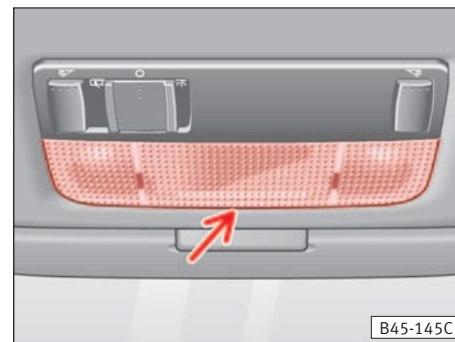

Abb.165
- Streuscheibe abnehmen. Dazu stecken Sie die flache Seite eines feinen Schraubenziehers oder Ähnliches in den Spalt zwischen Gehäuse und Streuscheibe (Pfeil ⇒ **Abb.165**) und hebeln diese vorsichtig ab, um Bruch zu vermeiden.